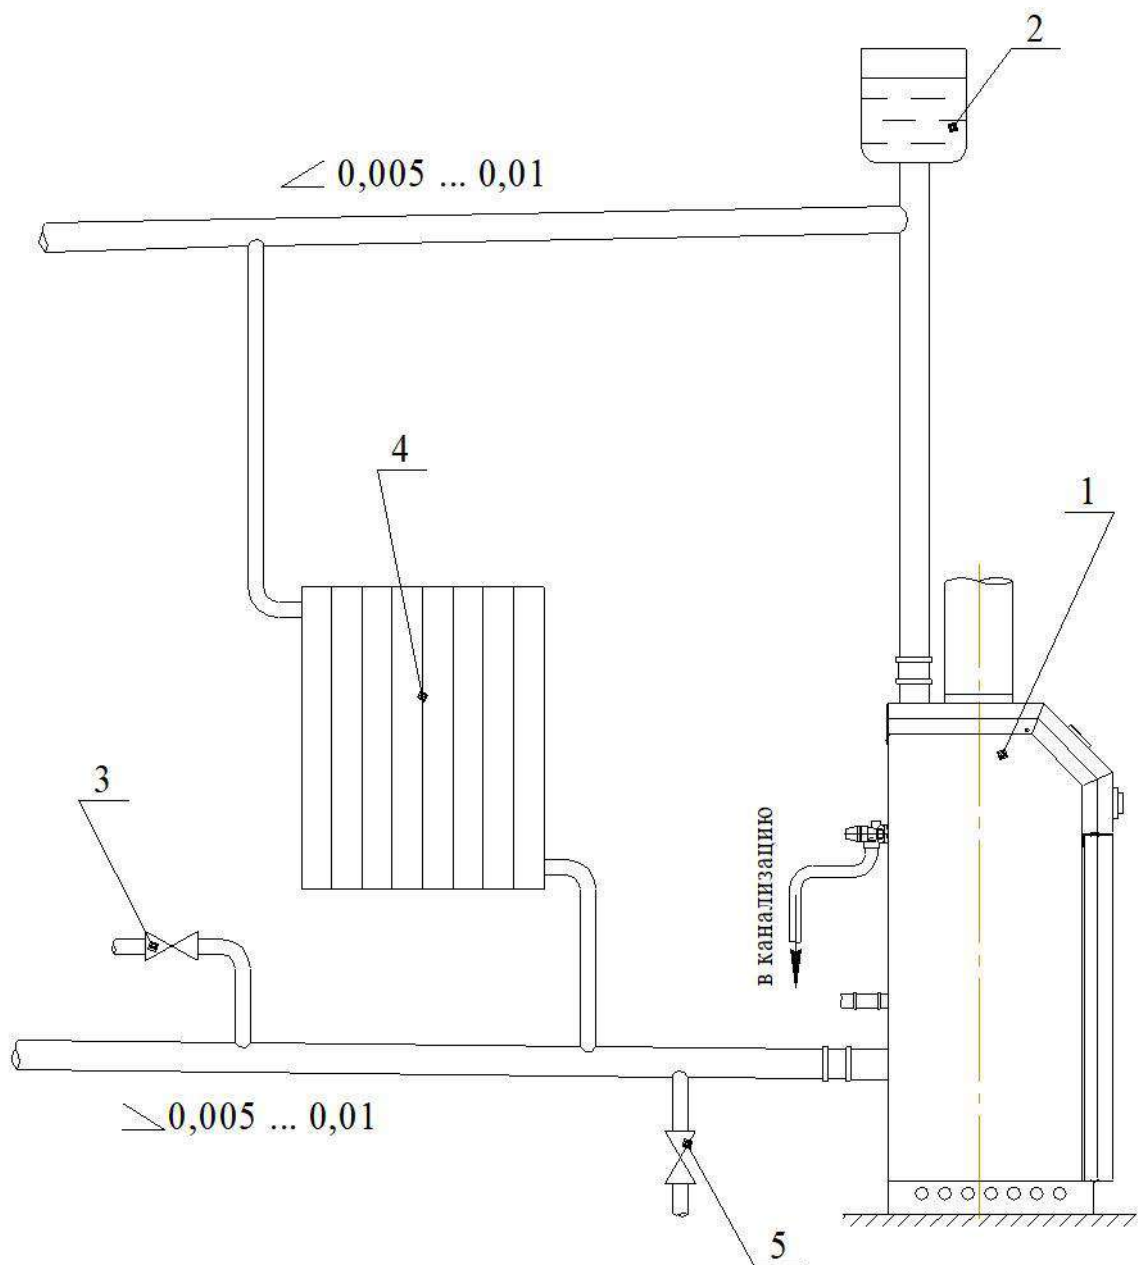

Рис. 6 . Рекомендуемая схема разводки отопительной системы с гравитационной циркуляцией воды.
5.3 Рекомендуемые схемы системы отопления приведены на рис. 6, 7.